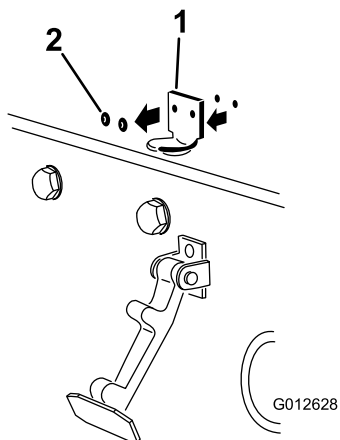

図 6
2. フードラッチブラケットをフードに固定しているリベット2本を外す 図 6。フードからフードラッチブラケットを取り外す。